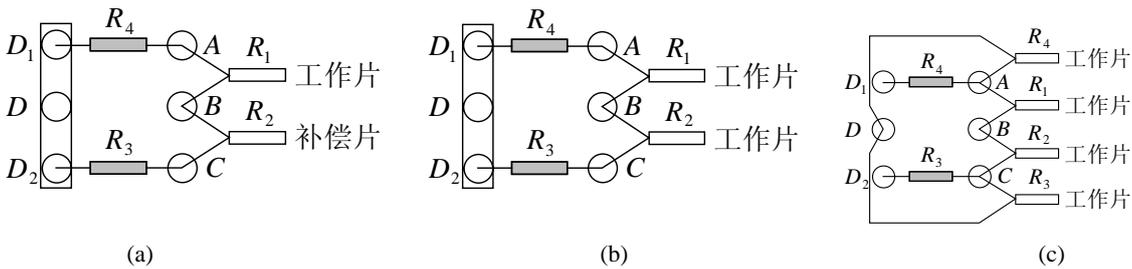

图 B-3 应变片接法 (a) 半桥单臂接法 (b) 半桥双臂接法 (c) 全桥接法 (拆去连接片)
(5) 多点测量时，在前面板用 1~10 通道开关选择通道，相应地接通后面板上所选通道的测量桥接线端  $A$ 、 $B$ 、 $C$  和  $D$ ，调节所选择的每个通道的电位器，分别使显示表显示为“00000”。
(6) 应变片在电桥中的连接方法可根据需要采取半桥或全桥。注意在全桥接法时，电阻应变仪面板上的  $D_1$ 、 $D$  和  $D_2$  三个接线柱的连接片必须拆下，如图 B-3 所示。